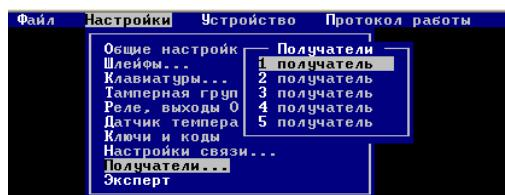

Рис. 33. Вход в настройку получателя
2.2.5.2 Настройка получателей начинается из меню «Настройки», выбором пункта «Получатели», как показано на рис. 33. Для каждого получателя должны быть выполнены общие настройки, заданы направления доставки и указаны фильтры извещений, как показано на рис. 34-40.